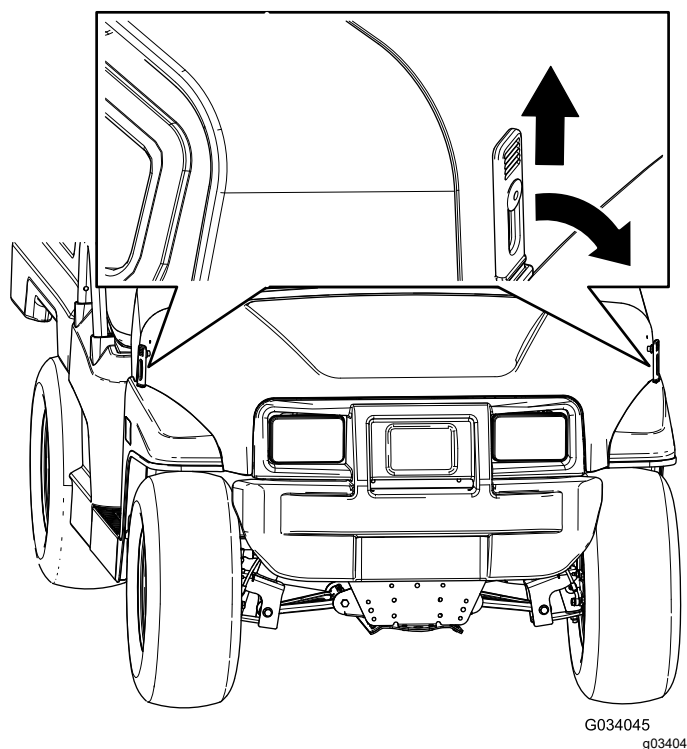

Figura 24
1. Tire hacia arriba de los cierres de goma de cada lado del capó (**Figura 24**).
2. Sujete el capó alineando los cierres de goma con los anclajes situados en cada lado del capó (**Figura 24**).